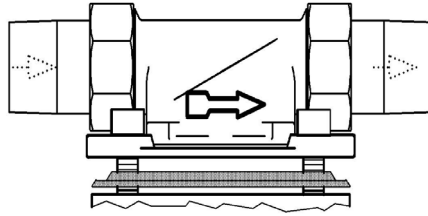

Figure 7. Bride rotative de montage
- sens d'écoulement (cf. Figure 7)